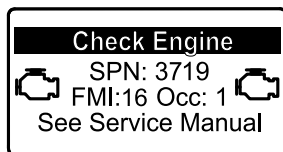

Figura 46
- Si es necesario realizar la regeneración con la máquina aparcada, el InfoCenter muestra la advertencia del motor SPN 3719, FMI 16 (Figura 46) y el ordenador del motor reduce la potencia del motor al 85 %.